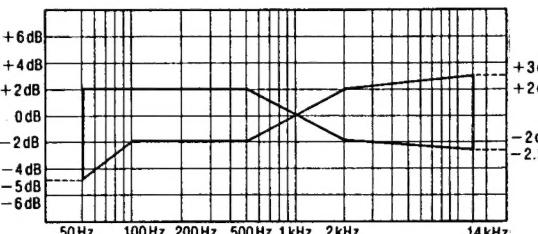

Fig. 9
- 5.Faire jouer le signal enregistré et s'assurer qu'il soit en deçà de la plage montrée à la Fig. 9 en comparaison à la fréquence de référence (1 kHz).